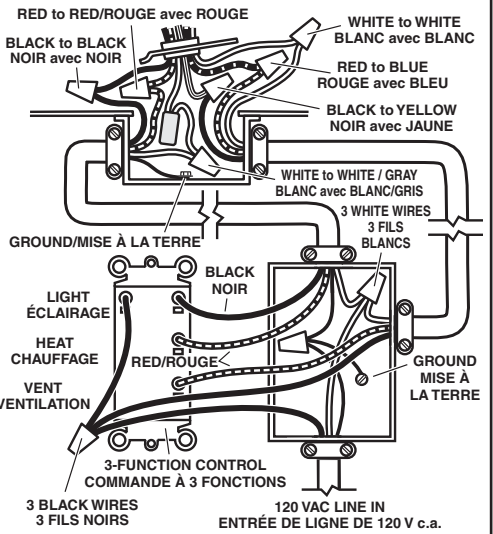

FIG. 7
1. Protect motor, bulb sockets and wiring from construction dust, drywall spray, paint, etc. by using the plaster shield. Cut it from the carton and follow directions printed on it. (Fig. 7)
1. Protéger le moteur, les douilles des ampoules et les fils contre la poussière de construction ou de gypse, peinture, etc. en utilisant le protecteur. Le découper de la boîte et suivre les directions imprimées sur celui-ci. (Fig. 7)